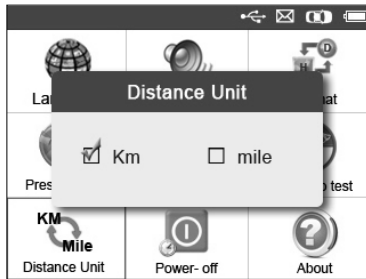

Abbildung 3.9
- 2) Wählen Sie im Bildschirm **Entfernungseinheit** über die Scrolltaste **NACH LINKS/RECHTS** die gewünschte Entfernungseinheit aus: **Kilometer** oder **Meile**. (Abbildung 3.9)